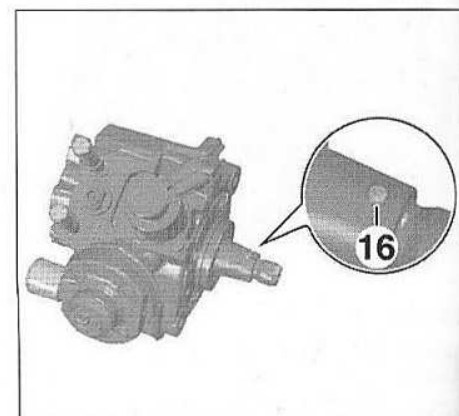

FIG.55
- Vérifier la présence de la goupille (16) (Fig.55).